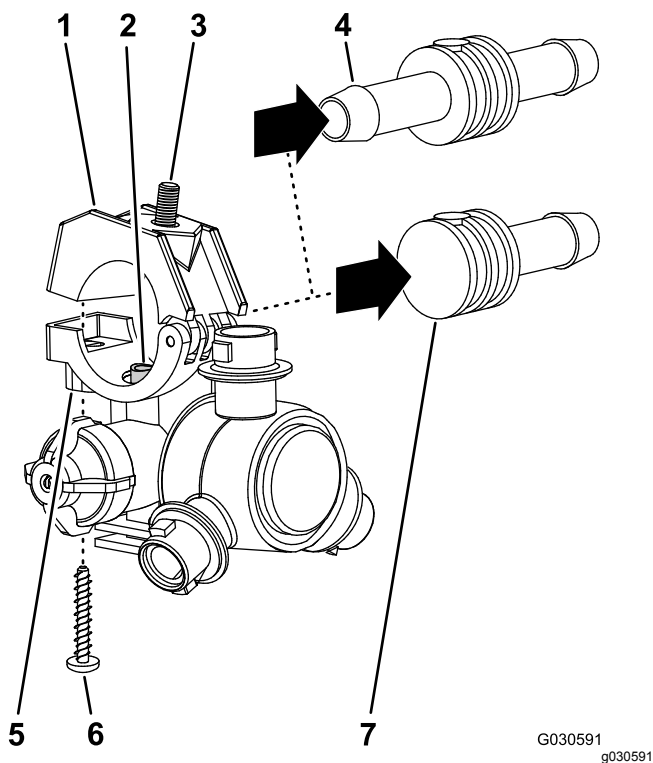

Рисунок 72
2. Отверните винт из нержавеющей стали (12 x 1-1/4 дюйма), который крепит верхнюю половину зажима и хвостовик двухстороннего или одностороннего шлангового штуцера типа «елочка» (3/4 дюйма) к корпусу распылительного сопла, и отделите хвостовик шлангового штуцера типа «елочка» и шланг от сопла (Рисунок 72).